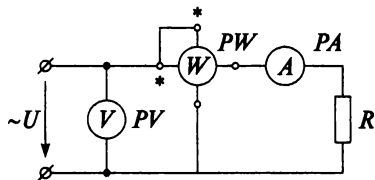

Рис. 8.7
12. Определите показания приборов, изображенных на рис. 8.7, если активное сопротивление потребителя $R = 55 \text{ Ом}$. Амплитудное значение напряжения источника $U_m = 310,2 \text{ В}$.